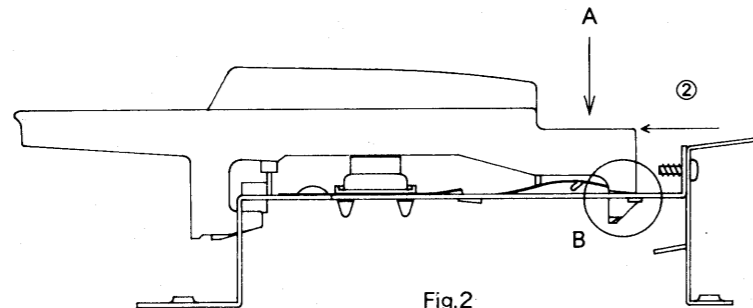
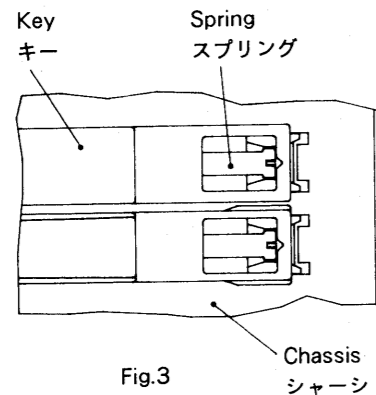
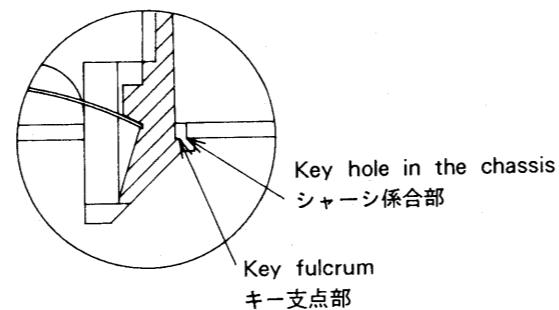

Fig.2
Fig.3
Fig.4
2. Referring to Fig.2, pulling the key in the direction of arrow ②, disengage the key fulcrum from the chassis. See Fig.3 and 4 for disengaged status.
1. ストッパーを①の方向へはずす。
2. キーを手前 (方向②) に引き、キー支点部をシャーシ係合部から離す。Fig.3, Fig.4 は、離れた状態を示す。
3. キーを方向③へ引き上げる。この時、スプリングを変形させないように注意する。